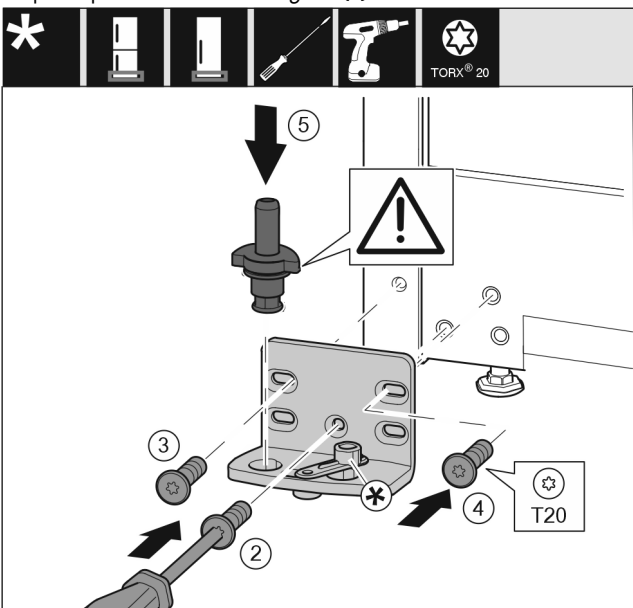

Fig. 14
- ▶ Vendosni bazamentin mbështetës në anën tjetër dhe mbërthejeni me ndihmën e një kaçavide T20. Filloni me vidën 2 poshtë në mes. Fig. 14 (2)
- ▶ Mbërtheni fort vidën 3 dhe 4. Fig. 14 (3,4)
- ▶ Vendosni komplet në vend bazamentin mbështetës. Këtu bëni kujdes që gungat e kapjes të jetë të kthyera nga poshtë. Fig. 14 (5)